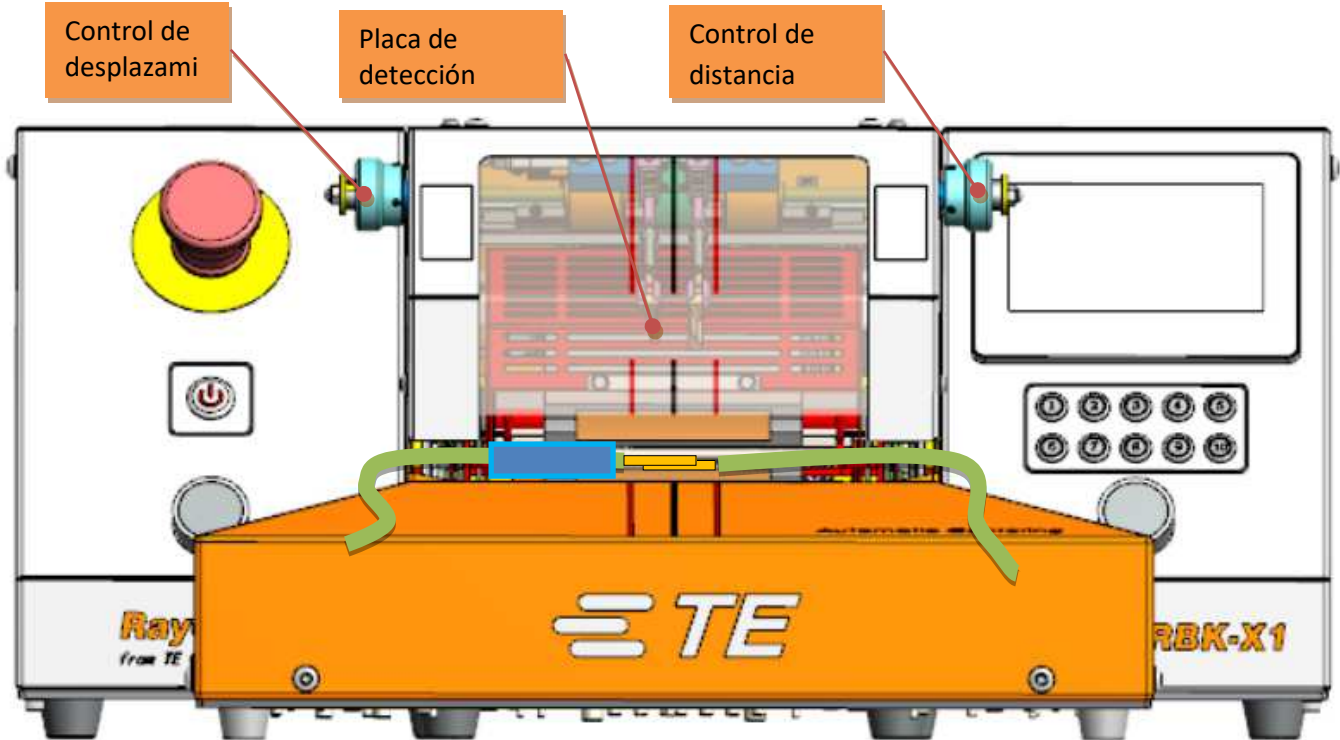

Figura 4-3: Centrado automático (solo RBK-X1C)
5. Empuje el tubo para exponer el empalme (figura 4-3) y, a continuación, inserte el cable con el contacto del empalme con ambas PLACAS DE DETECCIÓN.